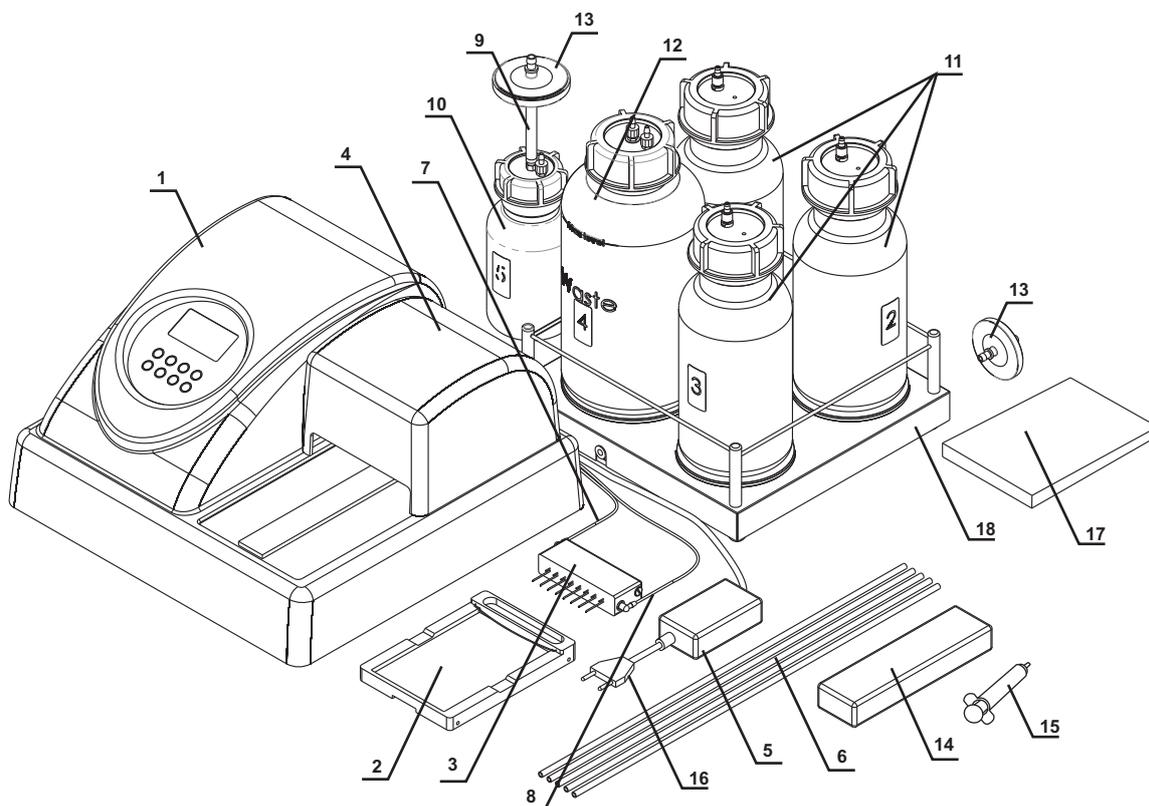
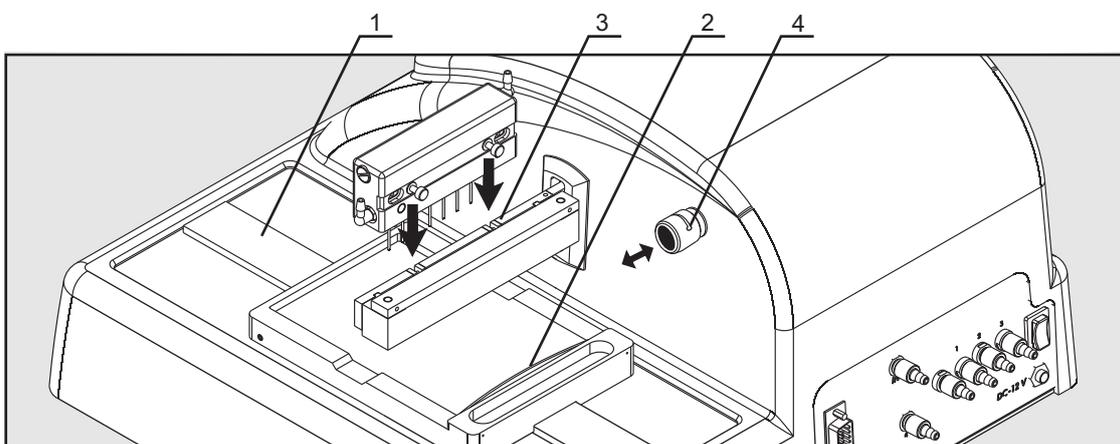
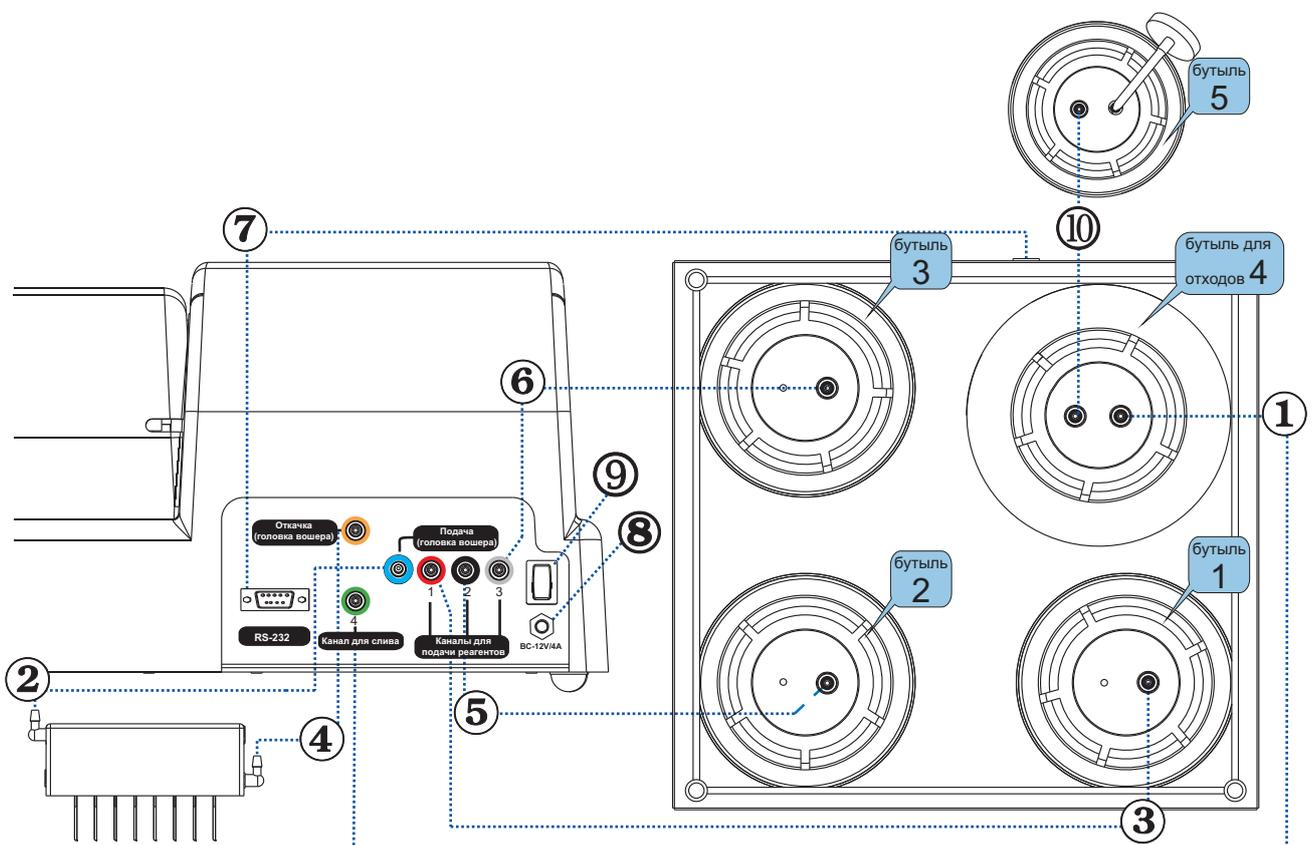

Рис. 1. Прибор с комплектующими деталями
Рис. 2. Установка каретки и промывочной гребенки
Рис. 3. Схема сборки
- 3.4.4. Установить каретку на рельс (рис. 2/1), расположенный на платформе прибора, так, чтобы держатель планшета (плоская пружина) был направлен к задней стенке прибора (рис. 2/2). Магнит в нижней части каретки притянет ее в исходную позицию.
- 3.4.6. Установить промывочную гребенку на коромысло держателя таким образом, чтобы направляющие шпильки промывочной головки встали в соответствующие пазы коромысла держателя (рис. 2/3).
- 3.4.7. Соединить трубкой (рис. 1/7) штуцер промывочной гребенки, по которому подается жидкость, со штуцером на задней панели прибора – **Подача (гребенка вошера) (синий)** (рис. 3/2).
- 3.4.8. Соединить трубкой (рис. 1/8) штуцер промывочной гребенки, по которому откачивается жидкость, со штуцером на задней панели прибора – **Откачка (гребенка вошера) (желтый)** (рис. 3/4).
- 3.4.9. Соединить **Канал для слива (4 – зеленый)** на задней панели прибора трубкой со штуцером двухлитровой бутылки (под номером 4) для сбора отработанной жидкости (рис. 3/1).
- 3.4.10. На штуцер пол-литровой бутылки (под номером 5) установить трубку для гидрофобного фильтра (рис. 1/9), а на нее – гидрофобный фильтр (рис. 1/13). При установке гидрофобного фильтра его поверхность с надписью **“IN”** должна быть обращена к пробке бутылки (рис. 11).
- 3.4.11. Соединить бутылку для сбора отработанной жидкости с пол-литровой бутылкой под номером 5 (рис. 3/10).
- 3.4.12. К штуцеру (1 – **красный**) (рис. 3/3) трубкой (рис. 1/6) подсоединить бутылку с буфером 1.
- 3.4.13. К штуцеру (2 – **черный**) (рис. 3/5) трубкой (рис. 1/6) подсоединить бутылку с буфером 2.
- 3.4.14. К штуцеру (3 – **белый**) (рис. 3/6) трубкой (рис. 1/6) подсоединить бутылку с буфером 3.
- 3.4.15. Установить трубку промывочной гребенки (рис. 3/2) в прорезь клапана (рис. 2/4). Нажать на клапан по направлению стрелки и, удерживая его, немного растянуть трубку, поместить ее в прорезь и отпустить клапан.
3.4.19. Подключить кабель **RS-232** к разъему на задней панели прибора и к терминалу контроля объема жидкости (рис. 3/7).
Внимание! Перед тем как подключать прибор к сети, убедитесь, что выключатель питания (рис. 3/9) на задней панели прибора находится в положении **О** (“выключено”).
3.5.1. Подключить внешний блок питания к разъему (рис. 3/8) на задней панели прибора.
3.5.2. Подключить к внешнему блоку питания сетевой шнур (рис. 1/16).